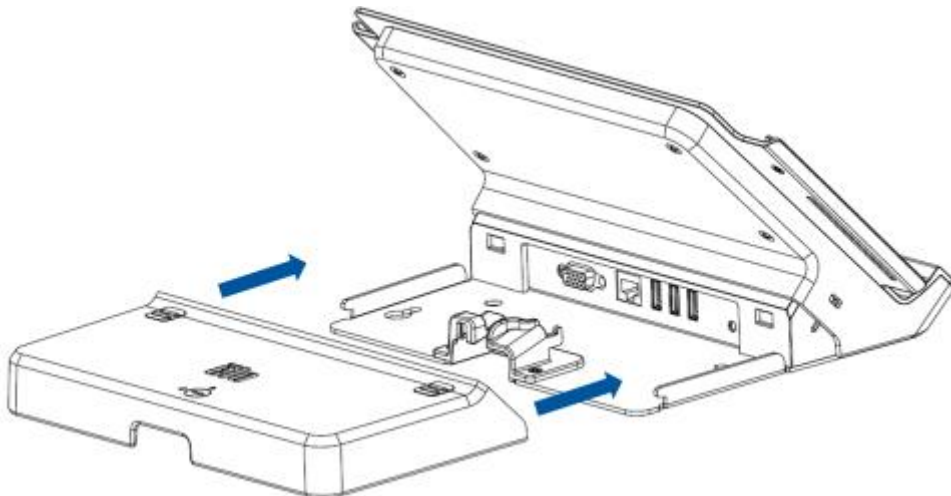

Figura 11: Deslice la tapa posterior en la estación de conexión
5. Deslice la tapa de cables de la estación hacia esta última (tal como se muestra en la Figura 11 siguiente) hasta que oiga un clic para volver a instalar la tapa de cables. La tapa de cables de la estación dispone de una abertura a través de la cual pueden dirigirse los cables.